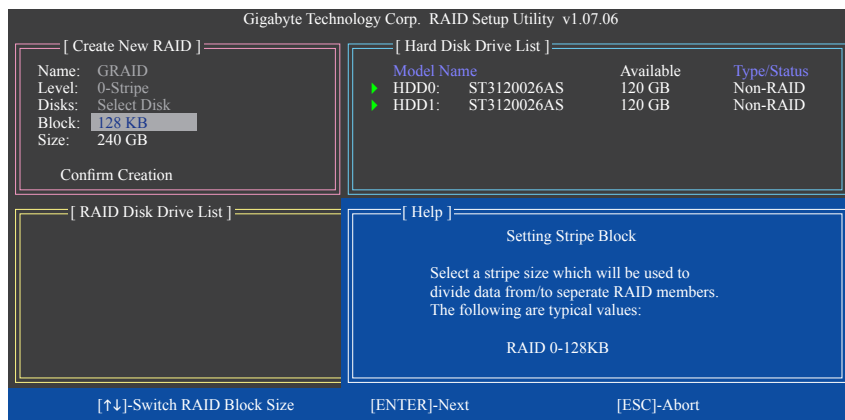

図 6
4. **Set Block Size (RAID 0 only):** **Block** 項目の下で、上または下矢印キーを使用してストライプブロックサイズを 4 KB~128 KB の範囲で選択します (図 6)。<Enter> を押します。